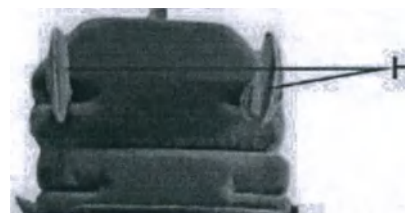

Рис. 63
9) Регулировка положения боковых ограничителей (при наличии) (рис.63)